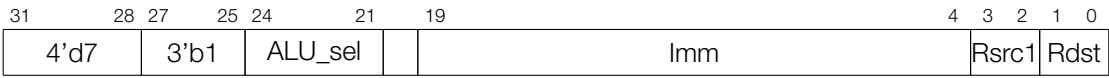

图 153: 指令类型 - 对指令立即值的 ALU 运算
如图 153 所示，当协处理器指令 [27:25] 位设置为 3'b1 时，ALU 将对协处理器寄存器 R[0-3] 和指令 [19:4] 位存储的立即值进行运算，运算类型取决于指令的 ALU\_sel [24:21] 位，具体设置方式见下表 150。
**Operand 描述** - 见图 153